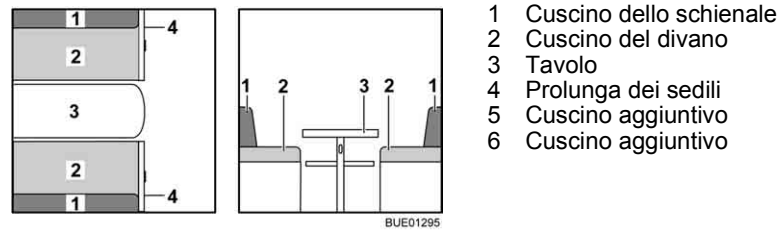

Fig. 123 Prima della trasformazione
- Allungare il tavolo (Fig. 123,3) e trasformare il tavolo in struttura di supporto letto (vedi paragrafo 6.11).